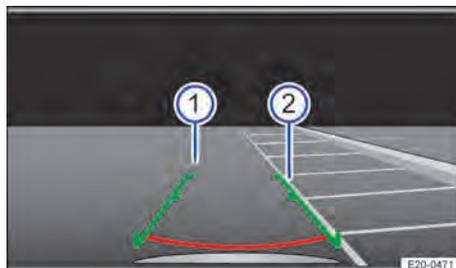

Fig. 109 Indicação na tela do sistema Infotainment: procurar uma vaga de estacionamento.
1. Posicionar o veículo na frente da vaga de estacionamento → Fig. 109 ②.